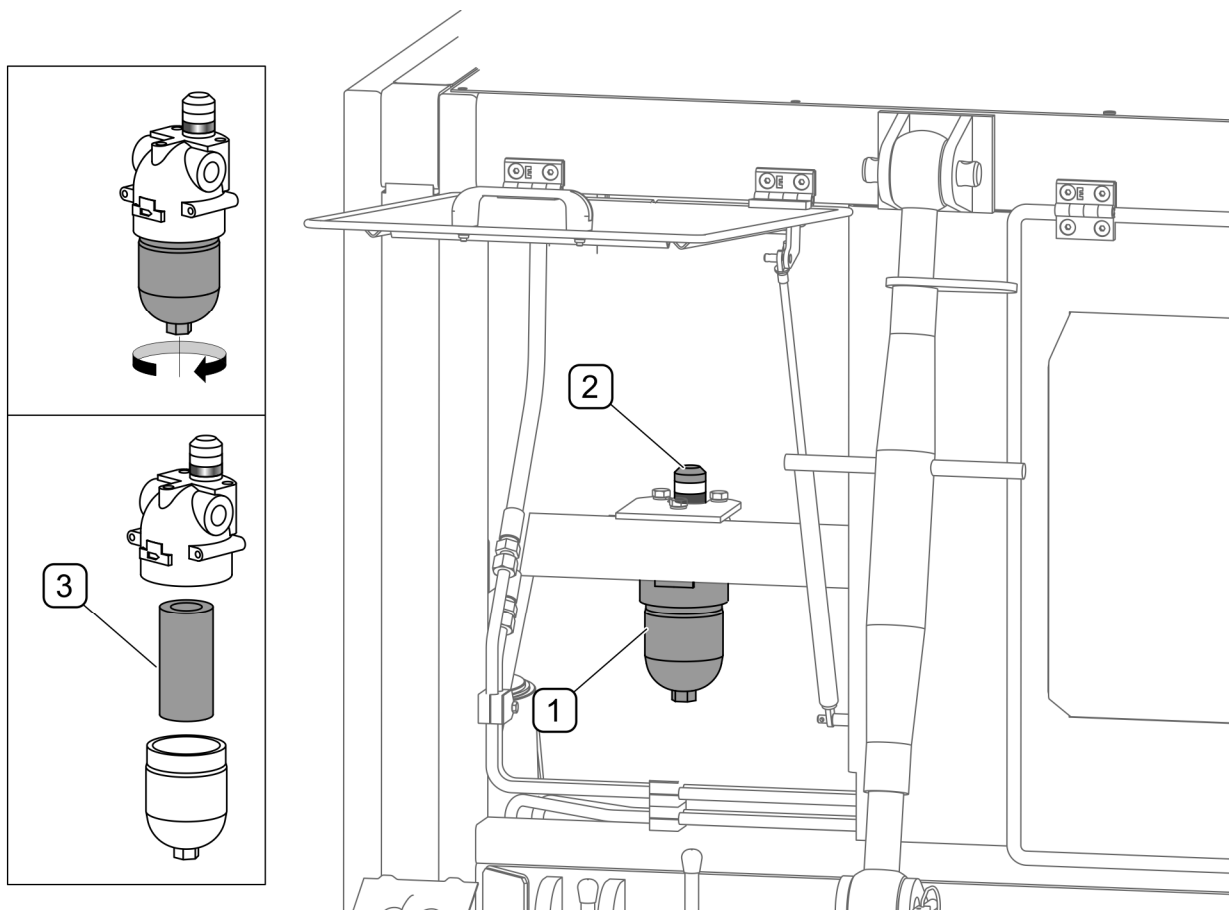

РИСУНОК 5.18Напірний фільтр оливи з індикатором забруднення
(1) - напірний фільтр оливи; (2) - індикатор забруднення фільтрувального елемента фільтра; (3) - фільтрувальний елемент напірного фільтра;
Напірний фільтр (РИСУНОК 5.18) розміщено під баком для оливи. Напірний фільтр (1) оснащено індикатором забруднення (2). Якщо фільтрувальний елемент фільтра забруднено, індикатор змінить колір з білого на червоний. У рамках обслуговування гідравлічної системи необхідно перевірити стан фільтра і, якщо треба, замінити фільтрувальний елемент.